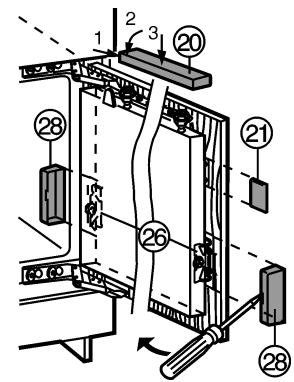

Fig. 29
- ▶ Øvre afdækning Fig. 29 (20) sættes på og fastgøres.
- ▶ Afdækning i siden Fig. 29 (21) sættes på, skubbes op til anslaget og trykkes så fast, indtil den hørbart falder i hak.
- ▶ Afdækninger Fig. 29 (28) skubbes på i siden, herefter trækkes de frem med en skruetrækker, så de falder godt i hak.